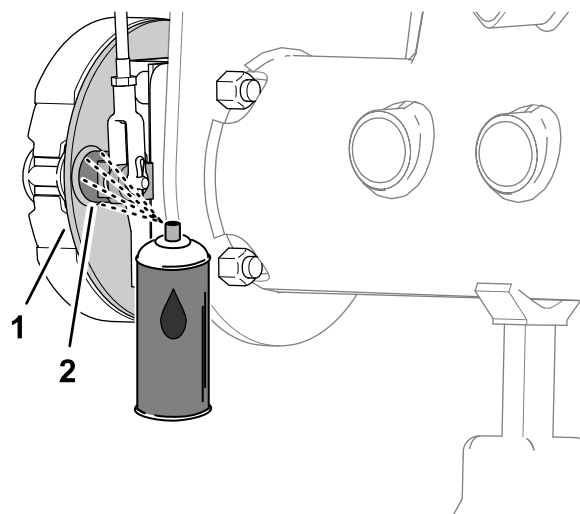
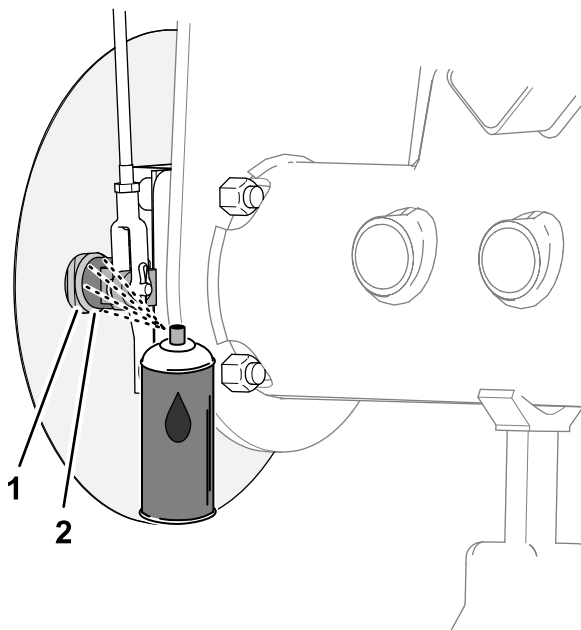

Figura 79
Figura 80
1. Sul lato interno della piastra di appoggio del freno (macchine senza deflettore dell'erba dei cerchi delle ruote opzionale) o del deflettore delle ruote (macchine con deflettore dell'erba dei cerchi delle ruote opzionale), spruzzate olio penetrante tra l'albero a camme del freno e la piastra di appoggio (Figura 79 o Figura 80).